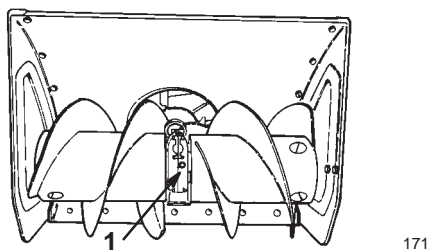

Figure 26
4. Nettoyez les abords de l'obturateur de tuyau (Fig. 26).
5. Retirez l'obturateur de tuyau du boîtier d'engrenages (Fig. 26).